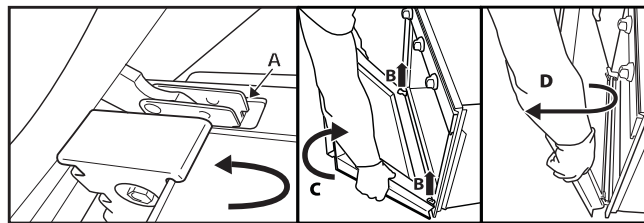

Fig.2
3. Luk døren til blokeringsmekanismen (A), løft den (B) og drej den (C), til den frigøres (D) (fig. 2).